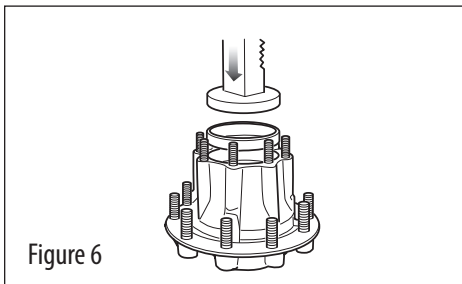

Figure 6
3. Les moyeux en fer n'ont pas besoin d'être chauffés pour l'installation des bagues de roulement. Pressez la bague de roulement dans le moyeu, en vous assurant qu'elle soit bien en place (voir figure 6). Utilisez une jauge d'épaisseur de 0,001" à 0,002" pour vous assurer que la bague est bien placée contre l'épaulement de l'alésage du roulement.